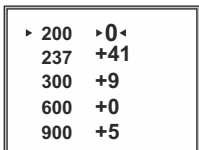

Fig.8
- Les valeurs (par exemple, +41; +9; -19), indiquées à droite des distances, désignent la quantité de clics à faire suivant l'axe Y. Ces valeurs signifient que la position du réticule aux autres distances se différencie de cette quantité de clics par rapport à celle du réticule à la distance de référence (fig.8).